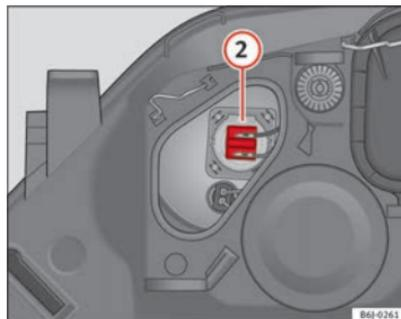

Fig. 160 Luz de carretera
- Extraiga el conector ⇒ fig. 160 ② tirando hacia afuera.